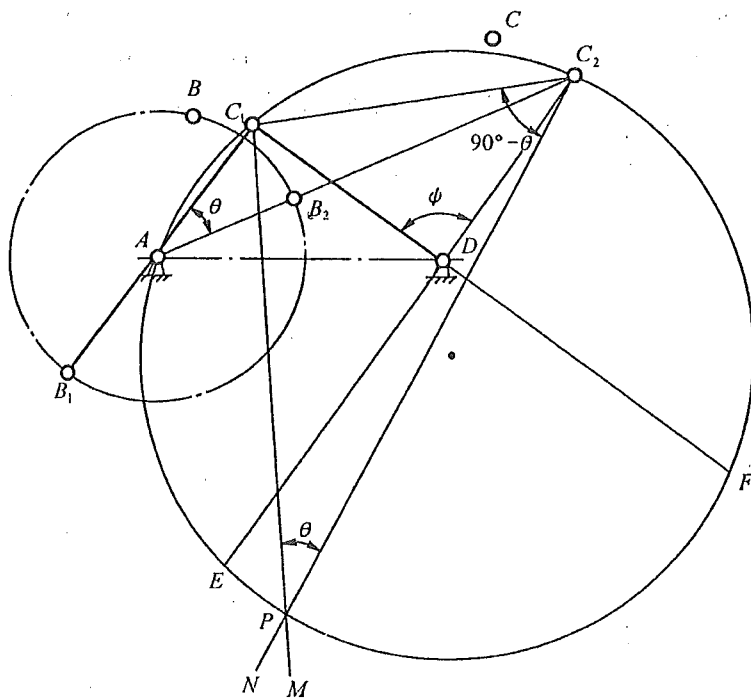

图 2-10
(1) 由给定的行程速度变化系数  $K$ , 可以求出极位夹角  $\theta = 180^\circ \frac{K-1}{K+2} = 30^\circ$ 。
(2) 如图 2-10 所示, 任选固定铰链中心  $D$  的位置, 由颚板长度  $l_{CD}$  和摆角  $\psi$ , 作出摇杆的两个极限位置  $C_1D$  和  $C_2D$ 。
(3) 连接  $C_1$  和  $C_2$ , 并作  $C_1M$  垂直于  $C_1C_2$ 。作  $\angle C_1C_2N = 90^\circ - \theta$ ,  $C_2N$  与  $C_1M$  相交于  $P$  点, 由图 2-10 可见,  $\angle C_1PC_2 = \theta$ 。
(4) 作  $\triangle PC_1C_2$  的外接圆, 在此圆周(弧  $\widehat{C_1C_2}$  和  $\widehat{EF}$  除外)上任取一点  $A$  作为曲柄的固定铰链中心。连  $AC_1$  和  $AC_2$ , 因同一圆弧的圆周角相等, 故  $\angle C_1AC_2 = \angle C_1PC_2 = \theta$ 。
(5) 因极限位置处曲柄与连杆共线, 曲柄  $AB$  长度已知, 故连杆  $BC$  可求。